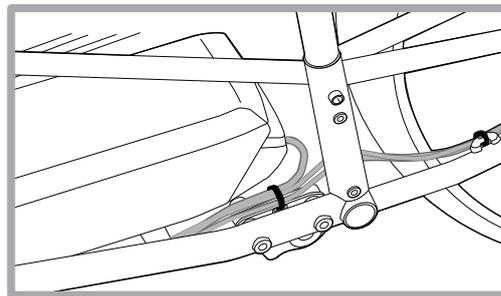

Figure 4
4. Regroupez les fils et les câbles du côté opposé à la chaîne (câble de la batterie, capteur de vitesse, frein arrière) et fixez-les au sommet de la plaque de montage du cadre à l'aide d'une attache en plastique dans le trou prévu à cet effet dans la plaque de montage (figure 4).